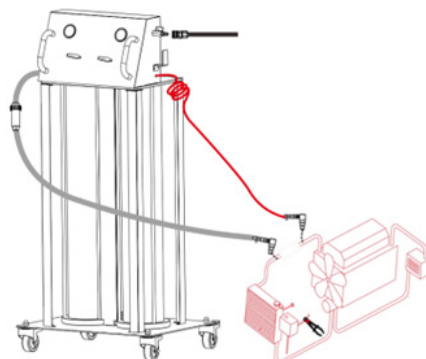

Fig 10.
1. Odłączyć górny wąż chłodnicy, wybrać odpowiedni rozmiar węży i stopni adaptera i podłączyć je do wężu pojazdu. Podłączyć przewód starego płynu (przezroczysty) od strony chłodnicy i podłączyć przewód nowego płynu (czerwony) od strony silnika; (Rys. 10).